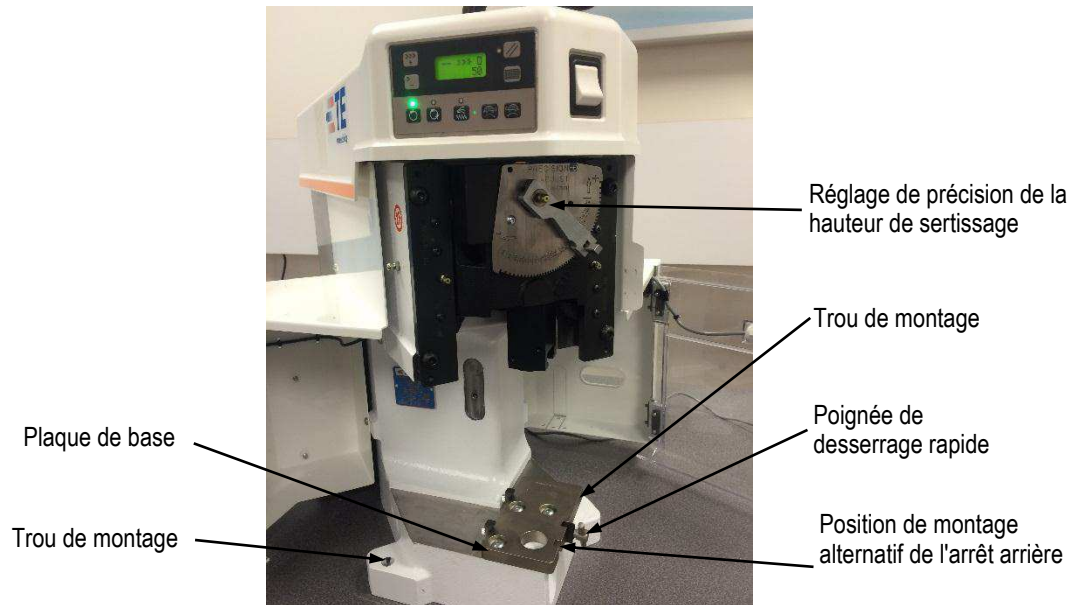

Figure 9
3. La **plaque de base** fournit la surface de montage sur laquelle l'applicateur est installé. Le verrouillage à desserrage rapide permet d'installer et de retirer l'applicateur rapidement et facilement. Voir Figure 9.
4. Le **groupe de réglage de la hauteur de sertissage** utilise un excentrique situé dans le lien du coulisseau, ainsi que des arrêts crantés dans le mécanisme pour régler la hauteur de sertissage. Selon que le mécanisme est orienté dans l'un ou l'autre sens, la hauteur de sertissage changera par incréments d'environ 0,01 mm [.0004 in.] par cran. Voir Figure 9 pour le mécanisme de réglage de précision de la hauteur de sertissage.
*Les machines doivent être correctement fixées à la table à l'aide des orifices de montage de la machine indiqués à la Figure 9. Le matériel est fourni par le client. Les machines ne doivent pas dépasser le bord de la table.*
1. Desserrez la poignée en T à déclenchement rapide (voir Figure 9) et faites glisser la bride de la base de l'applicateur vers le bas.
En utilisant l'Applicateur 567200-2 (à l'origine devant être utilisé avec la Unité de raccordement AMP-O-LECTRIC Modèle « K »), desserrez la poignée en T à déclenchement rapide, faites glisser la bride de la base de l'applicateur vers le bas et retirez l'arrêt arrière situé à gauche de la plaque de base. Installez l'arrêt arrière (PN-354561-1) fourni dans le kit d'alimentation en air dans la position de montage alternative sur la plaque de base. Voir Figure 9.